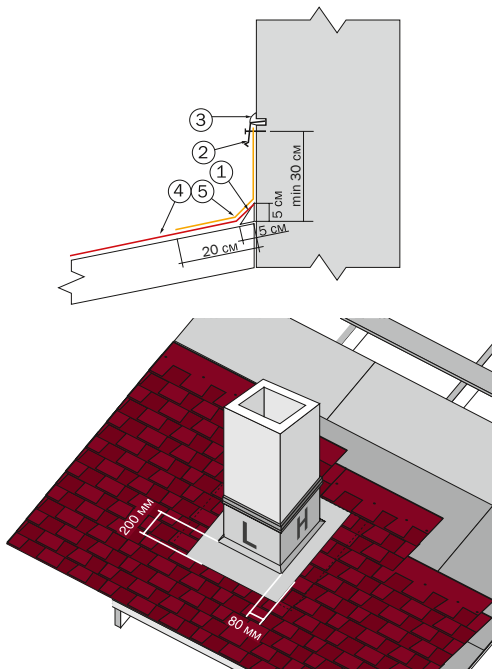
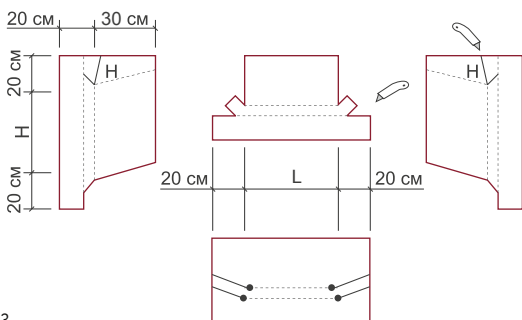
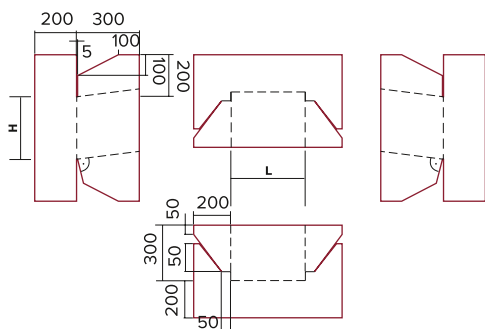

Рис. 22
Рис. 23
Рис. 24
В местах стыков ската кровли со стенами (Рис. 22) набивается треугольная рейка (1), на которую заводится рядовая черепица (4). В качестве треугольной рейки может быть использован
Для герметизации дымовых и вентиляционных труб делают выкройку либо из ендовного ковра (Рис. 23), либо из металла с антикоррозийным покрытием (Рис. 24). Полученные выкройки сгибаются или надрезаются в определенных местах. Способ монтажа показан на рис. 22. Первоначально монтируется лицевая выкройка с заводом на рядовую черепицу. Затем монтируется левая и правая, которые заводятся под черепицу. В последнюю очередь монтируется тыльная выкройка. При монтаже необходимо соблюдать принцип